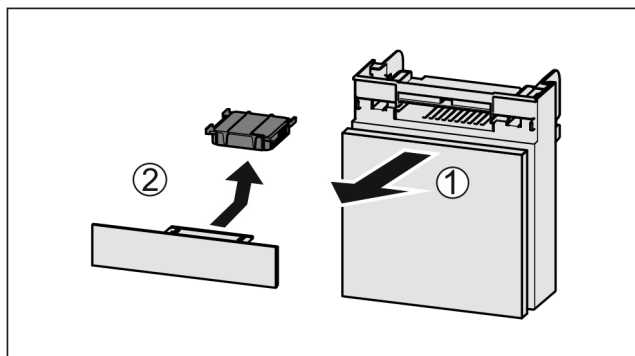

Fig. 132
- Extraire le compartiment par l'avant Fig. 132 (1).
- Sortir le filtre à charbon actif Fig. 132 (2).